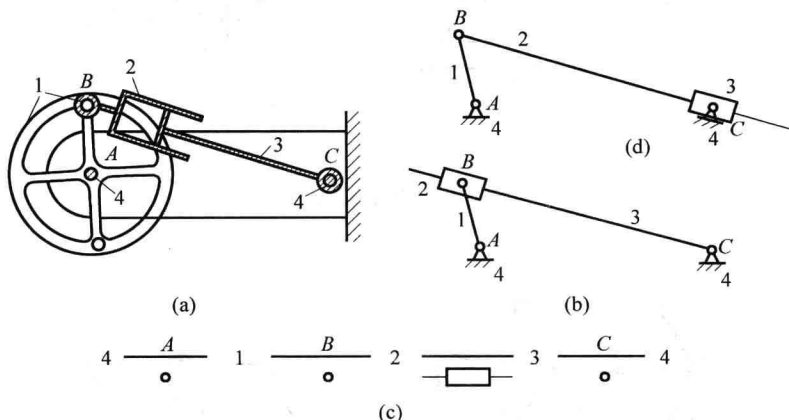

图 1.8 题 1.1.13 图
(1) 首先,拿到一个机构模型后,要分析构件间的接触关系,因为只有彼此直接接触的构件才有运动副。例如,对如图 1.8(a)所示的机构,我们列出它们之间的接触关系如图 1.8(c)所示,构件间的连线表示运动副;这样,不直接接触的构件就不必分析运动副了。
(2) 接下来,判定运动副的性质并做好标记。在判定两构件相对运动的性质时,不要受图面复杂程度的干扰,只需设定一个构件不动,看另一个与之接触构件的运动轨迹,从而判定出是什么运动副。例如:构件 4 不动,构件 1 绕 A 点定轴转动,两构件组成固定转动副 A;构件 1 不动,构件 2 绕 B 点转动,两者组成转动副 B;构件 2 不动,构件 3 只能直线移动,两者构成沿 BC 方向的移动副;构件 4 不动,构件 3 只能绕 C 点转动,两者构成固定转动副 C。
(3) 先画出机架 4、转动副 A、B、C 和只有转动副的构件 1,这样的构件只要画出转动副
(4) 最后,画有移动副的构件,可以把组成移动副的两构件其中之一画成直杆,另一个画成滑块,且移动副方向必须与真实方向相一致(可以平移)。对于如图 1.8(a)所示的情况要注意:由于 2 个构件的转动副 B 和 C 与移动副导路方向在同一直线上,造成表达困难,此时,可把画成滑块的那个构件就画在该构件转动副所在位置。例如:构件 2 有一个转动副和一个移动副,转动副在 B 点,滑块就画在 B 点,方向沿移动副方向,构件 3 画成穿越滑块长方形的直杆,如图 1.8(b)所示。当然,构件 3 和 2 组成移动副,还有个转动副在 C ,也可把构件 3 画成位置在 C 的滑块,构件 2 画成穿越的直杆,如图 1.8(d)所示。